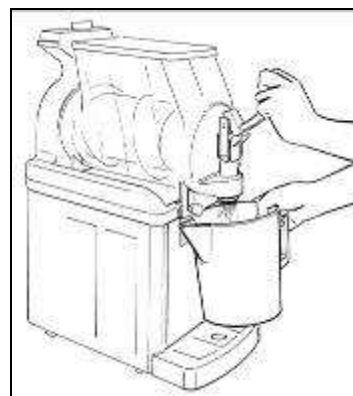

Abb. 13
- Entleeren Sie den Behälter und wiederholen Sie die obigen Schritte so oft, bis nur noch klares das Wasser austritt (Abb. 13).